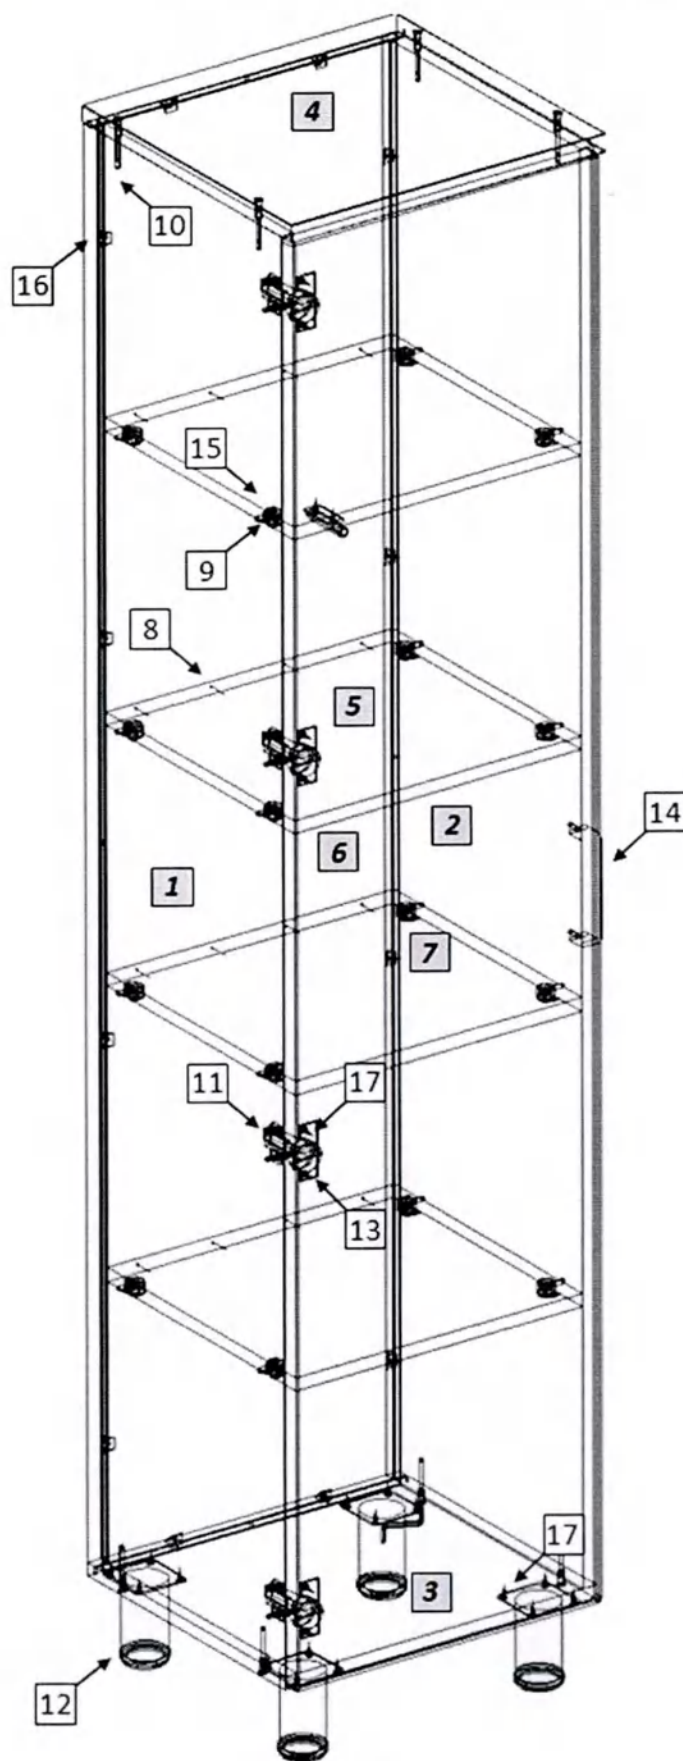

Рис. 1
1. Внимательно ознакомьтесь со схемой сборки, изображённой на рис. 1, сверяясь со спецификацией на изделие. Согласно схеме и спецификации определите расположение деталей в изделии и порядок их сборки. Сборка производится на ровном полу, укрытом материалом, предотвращающим повреждение покрытия пола и деталей мебели. Подготовьте необходимые для сборки инструменты – плоскую и крестовую отвёртки, молоток, рулетку или линейку.
2. На боковых стенках (1,2) установите ввинчиваемые дюбели эксцентриковых стяжек (20). На боковых стенках (1,2) шурупами 4×16 (28) закрепите направляющие (22). На горизонтальных стенках (5) установите эксцентриковые стяжки (25). Евровинтами (21) соедините боковые стенки (1,2) с горизонтальной нижней стенкой (3) и крышкой (4), боковые стенки антресоли (13,14) с горизонтальной нижней стенкой (15) и крышкой (16), предварительно установив в пазы задние стенки (8,17). Закрепите задние стенки в пазах уголками (26). На боковых стенках (13,14) установите монтажные планки петель (29). Установите и закрепите горизонтальные стенки (5), гвоздями (19) зафиксируйте к ним задние стенки. На двери (18) шурупами 4×16 (28) закрепите петли (29). На горизонтальной нижней стенке (3) шурупами (28) закрепите опоры (23).
3. Сборка ящиков. Евровинтами (21) соедините боковые стенки ящика (6,7) с задней (8) и передней (9) стенками. Дно ящика (10) установите в пазы и закрепите к задней и передней стенке гвоздями (19), к боковым стенкам – уголками (26). Шурупами 4×16 (28) закрепите узкие части направляющих (22). Шурупами 3.5×30 (27) закрепите фасад (12) к передней стенке ящика (9). Установите ручку (27). Установите собранные ящики в корпус шкафа.